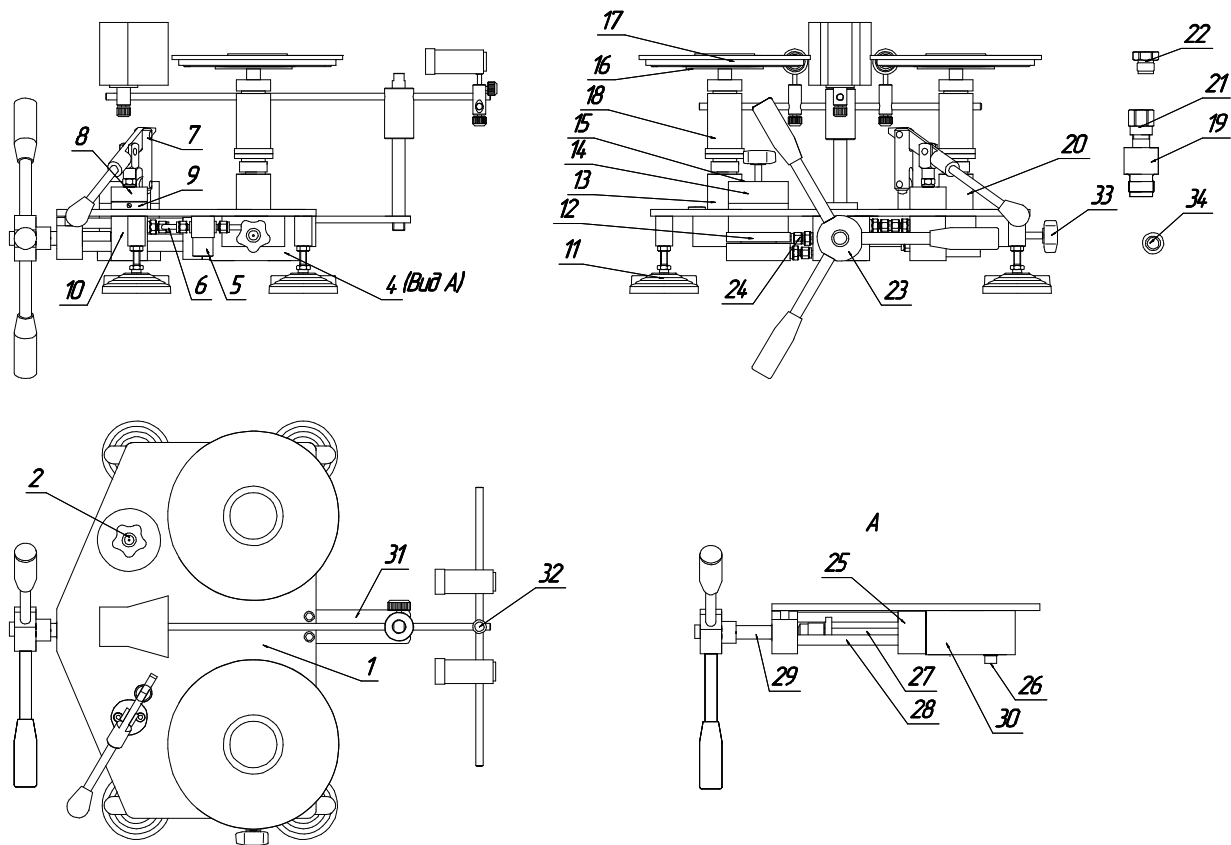

Рисунок 3. Манометр грузопоршневой МП-6...МП-16 в специализированном исполнении.
состоит из корпуса 10, направляющей втулки 8, уплотнительной шайбы 9 и системы рычагов. Ручной насос соединен с гидравлической системой манометра грузопоршневого с помощью трубок. С левой стороны расположен стакан 14 для рабочей жидкости и вентиль сброса давления 2. ИПС устанавливается на левую стойку (стойка ИПС), а поверяемые СИ устанавливаются либо на регулируемую стойку 20 (рис. 3,4) непосредственно или через переходник 19 (на приборах в специализированном исполнении), либо на стойку (стойки) 20 (рис 1,2) для поверяемого СИ с предварительно установленным переходником 19 (на приборах в обычном исполнении) при помощи присоединительной гайки 22. Для регулировки вертикального положения образцовой ИПС служат регулируемые опоры 11, а регулировка вертикального положения регулируемой стойки (на приборах в специализированном исполнении) осуществляется при помощи винтов крепления регулируемой стойки к плите. Плавная регулировка давления осуществляется штурвалом 23. Масло к узлам подаётся по соединительным трубкам 6, присоединённых при помощи фитингов 24. Для повышения надежности работы, а также для предотвращения повреждения устройства, в гидравлическую схему включен фильтр тонкой очистки 5.
6.6 Выдвиньте основной шток, вращая штурвал против часовой стрелки до упора, и закрутите запорный вентиль 33 (рисунок 3,4) (специализированное исполнение).
систему, следя за тем, чтобы масло не выплеснулось из корпуса ИПС и отверстий переходников (корпуса поверяемой ИПС), постоянно контролируя уровень масла в стакане (в случае необходимости долить). Когда уровень масла в отверстиях переходников поднимется до верхней кромки, то на переходники (переходник) необходимо установить присоединительные гайки, резинометаллические уплотнения и заглушки (на манометре грузопоршневом в обычном исполнении и манометре грузопоршневом специализированного исполнения при использовании на стойке 20 (рисунок 3, 4) переходника). Продолжайте качать масло до тех пор, пока оно не появится в канале цилиндра ИПС.
6.19 Установите основание 31 (рисунок 3,4) устройства для наблюдения за положением поршня (поршней) на основание манометра грузопоршневого.